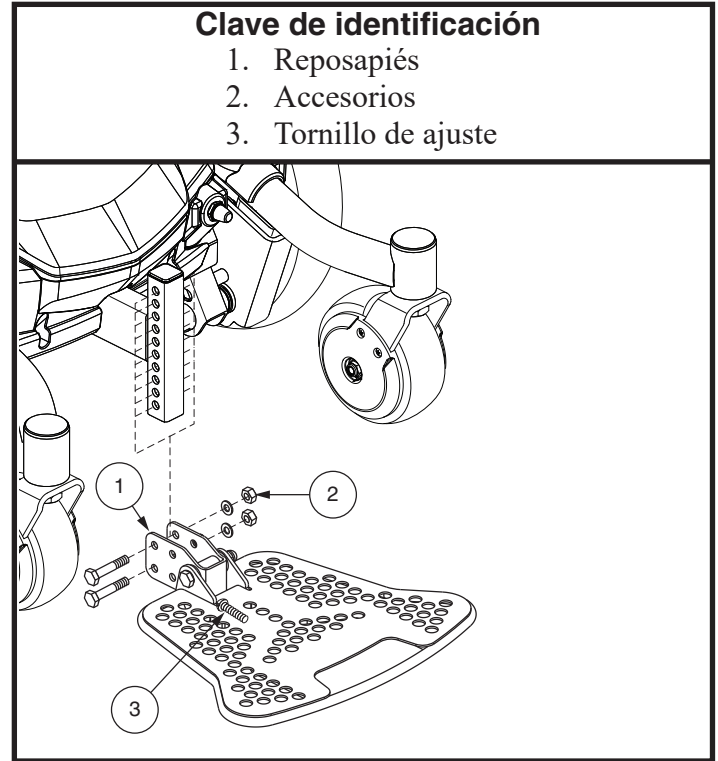

Figura 15. Ajuste del reposapiés
1. Retire los tornillos del soporte del reposapiés. Ver **figura 15 o 16**.
1. Retire los aseguradores de extracción fácil del soporte de la plataforma. Ver **figura 15**.
Puede ajustar el ángulo del reposapiés. Ver **figura 15**.